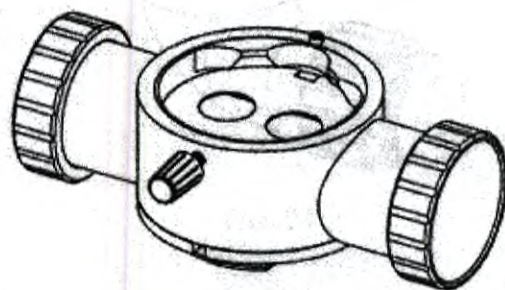

Рис. 20
10.1 Двойной светоделитель (рис. 20)